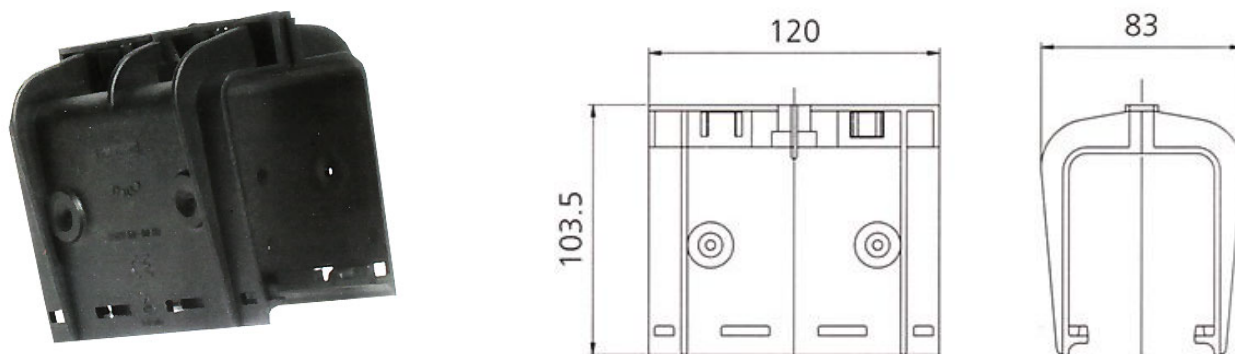

Рисунок 4 - Общий вид соединительной муфты для коробов
3.3. Характеристика соединительной муфты для коробов с непрерывной медной полосой (см. рис.4):